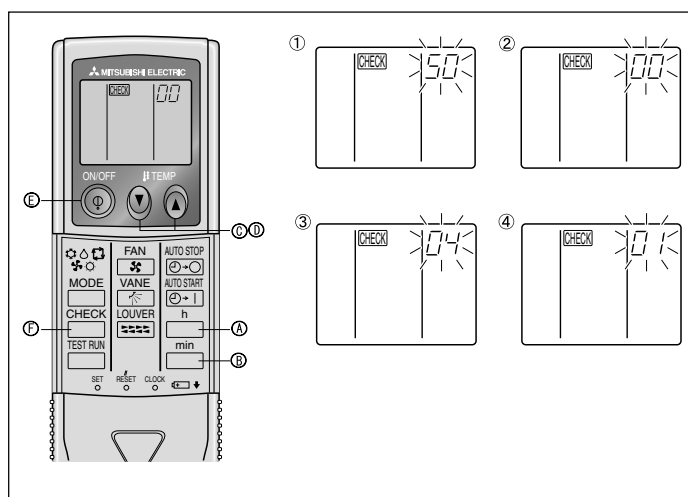

Fig. 6-7
⑧ Pulse el botón MODE ⑥ para que el modo y el número de configuración (1) y (2) estén continuamente activados y se pueda confirmar el contenido de la configuración.
⑨ Mantenga simultáneamente presionados los FILTER ④ y TEST RUN ⑧ durante dos segundos por lo menos. La pantalla de selección de funciones desaparecerá momentáneamente y aparecerá la visualización de desconexión (OFF) del acondicionador de aire.
2) Para el controlador remoto inalámbrico por infrarrojos (Fig. 6-7)